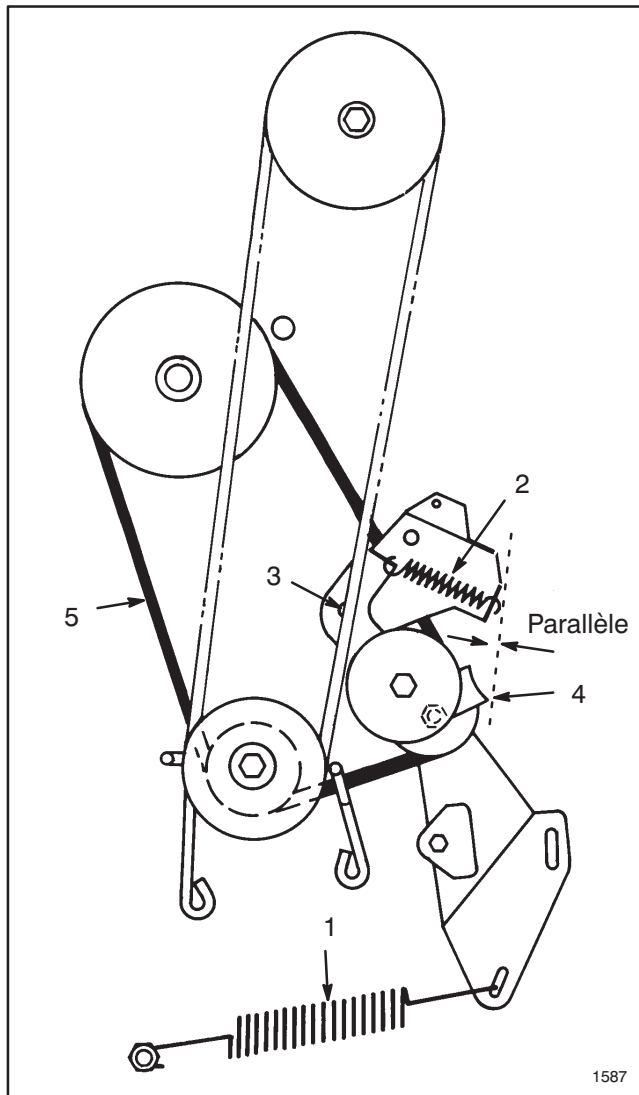

Figure 20
7. Décrocher le grand ressort de traction de sa vis de fixation (Fig. 20). Faire attention car le ressort est fortement tendu.
8. Décrocher le ressort de renvoi du support de poulie de renvoi (Fig. 20).
9. Retirer avec sa rondelle le contre-écrou fixant le support de poulie de renvoi au châssis, et déposer le support (Fig. 20).
10. Desserrer le contre-écrou sur la poulie pour pouvoir retirer le guide de courroie (Fig. 20), et retirer la courroie de toutes les poulies.
Remarque: En remontant le guide de courroie sur la poulie de renvoi, s'assurer que le bord du guide de courroie soit parallèle au châssis, comme illustré à la figure 20.